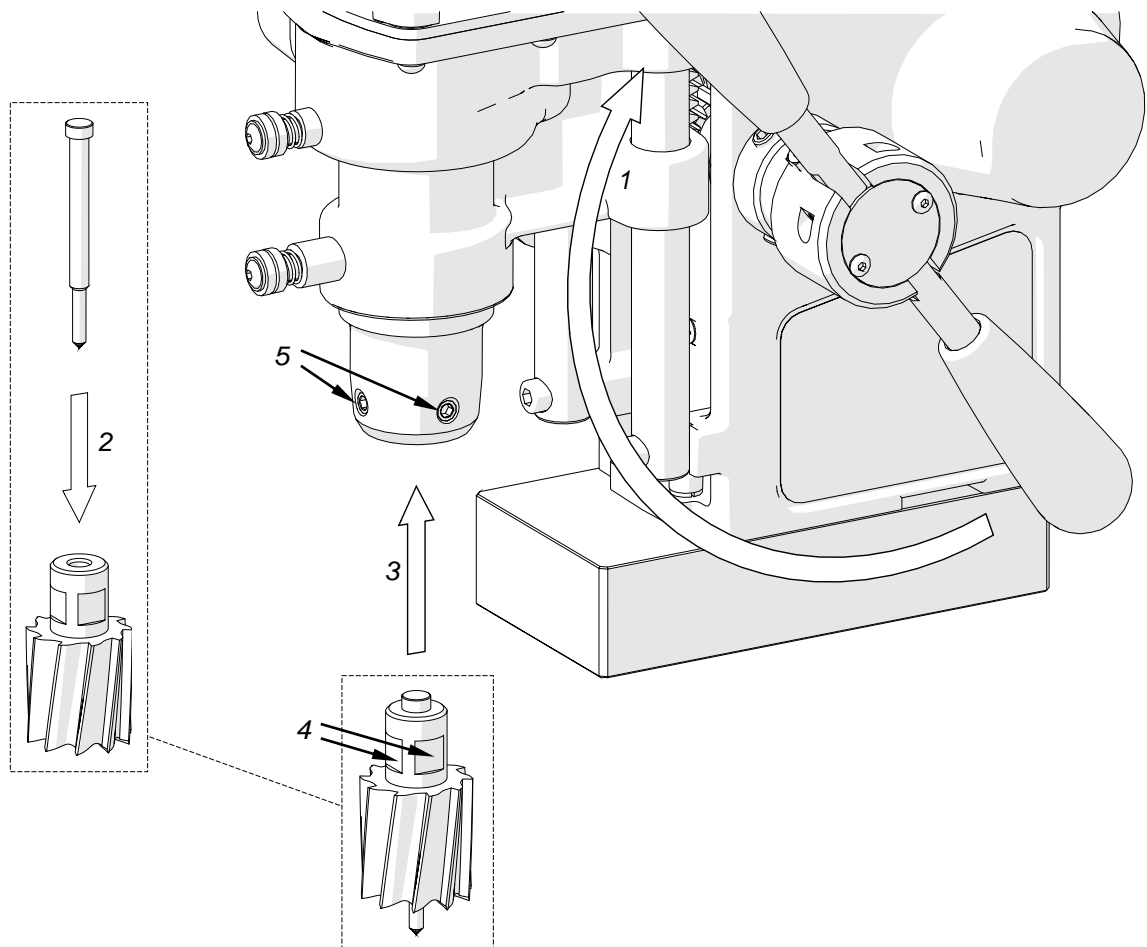

рис.3 Установка корончатого сверла на машину
Отключить вилку кабеля питания от электрической розетки, максимально поднять суппорт вверх, вращая рукоятку подачи вправо (1, рис. 3). Вставить направляющую в соответствующее отверстие в сверле (2), используя защитные рукавицы вставить сверло в патрон (3), совместив выточки на ней (4) с зажимными болтами(5). Болты зажать шестигранным ключом 4 мм. Для снятия фрезы, данные манипуляции произвести в обратной последовательности.